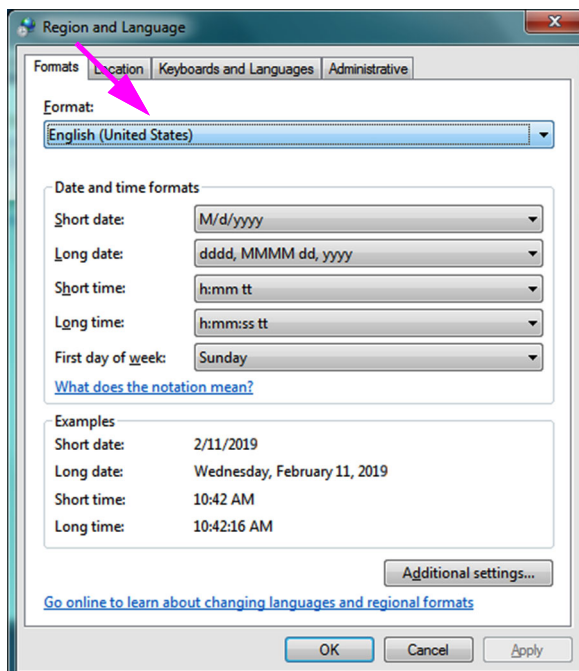
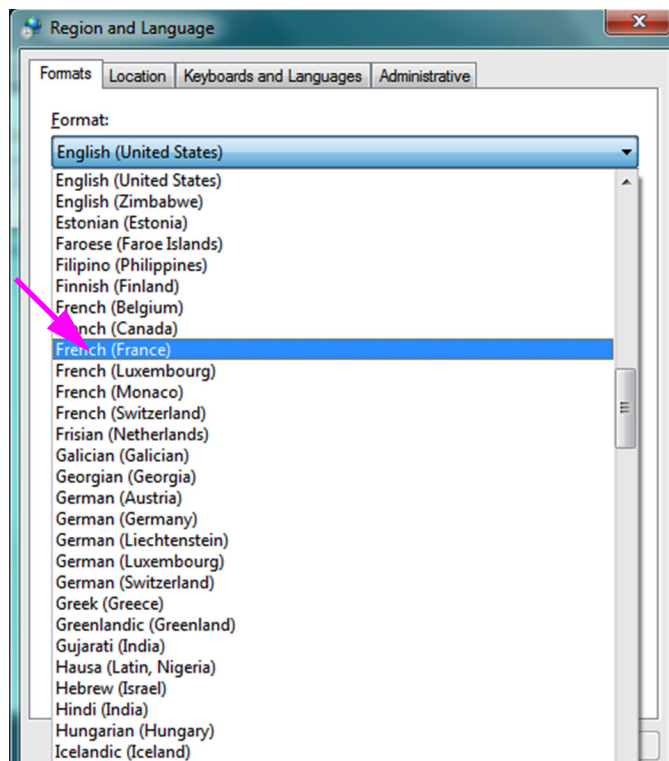

Figura C-3. Fereastra Regiune și limbă - Fila Formate
Figura C-4. Ecranul Regiune și limbă - meniul vertical
5. Apare fereastra Regiune și limbă (Region and Language). Consultați Figura C-3.
6. Caseta derulantă **Format** are selectată limba **Engleză (Statele Unite) (English (United States))**. Faceți clic pe meniul vertical (consultați Figura C-3 și Figura C-4) care prezintă opțiunile de limbă disponibile. Derulați prin listă pentru a localiza limba dorită și selectați intrarea respectivă.